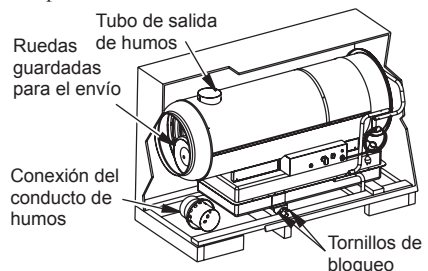

Figura 2. Retiro del modelo 280-IF de la caja
- Destornille los tornillos de bloqueo de la barra de bloqueo del cubo (consulte la figura 2).